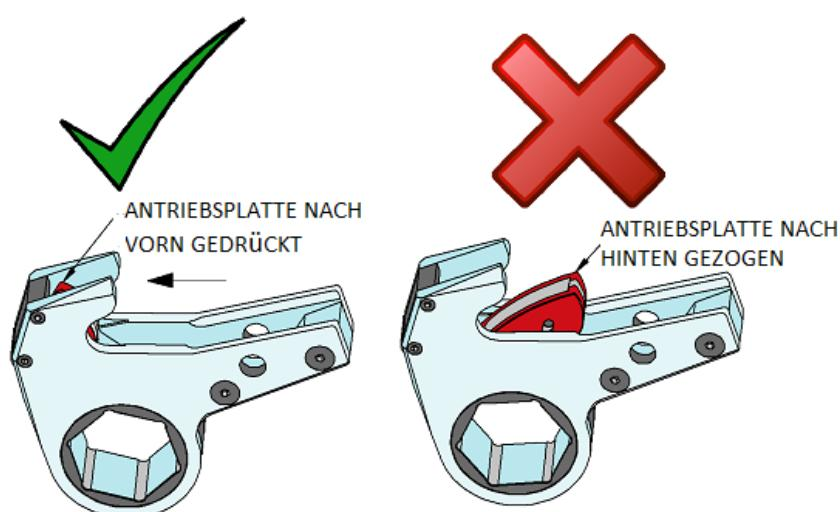

Abbildung 2: Antriebsplatte Positionierung
5. Vergewissern Sie sich, dass das Antriebsblech im Ratschenkopf vollständig nach vorn gedrückt wurde – **siehe Abb. 2.** Wenn das nicht der Fall ist, kann dies zu einer schweren Beschädigung des Ratschenkopfes und des Antriebszylinders führen.